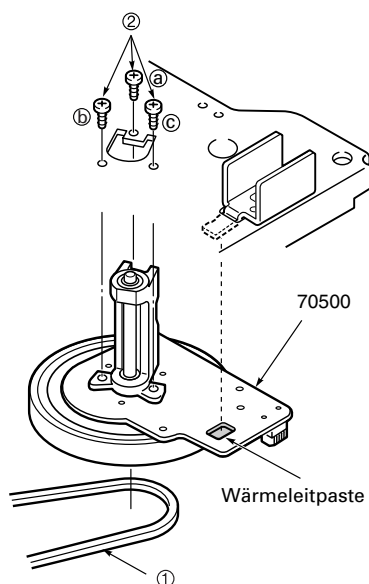

Fig. 8.41
- Antriebsriemen ① (20800) entfernen (Fig. 8.41).
- 3 Schrauben ② herausdrehen und Capstanmotor entnehmen.
- 3 Befestigungsschrauben ② in der Reihenfolge a), b), c) mit einem Drehmoment von 3,25 bis 3,75kg/cm vorsichtig eindrehen. Capstanwelle reinigen.